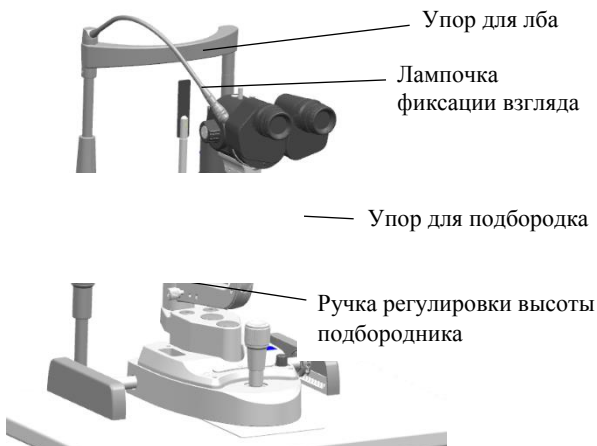

Рис. 16.6
2. Лампочка фиксации используется для фиксации взгляда пациента таким образом, чтобы необследуемый глаз пациента смотрел на лампочку фиксации. При изменении положения фиксации поворачивайте дугу лампочки вверх и вниз или влево и вправо, чтобы получить необходимое положение фиксации взгляда (см. рис. 16.6)